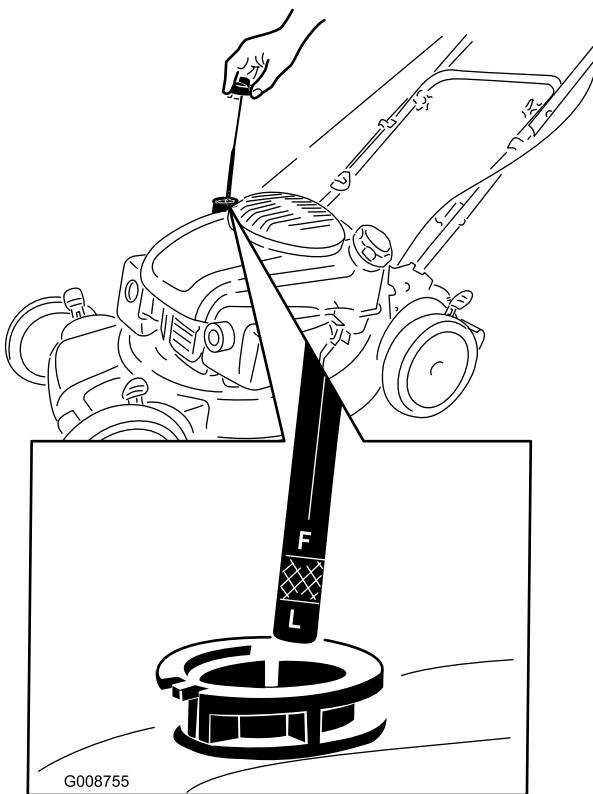

Figure 34
- 2. Retirez la jauge (Figure 34).
sans la visser), puis ressortez-la et vérifiez le niveau (Figure 34).
4. Versez de l'huile **lentement** dans le goulot de remplissage pour faire monter le niveau de liquide jusqu'au repère du plein (Full) sur la jauge (Figure 34). Attendez 3 minutes après avoir fait l'appoint d'huile avant de contrôler le niveau d'huile avec la jauge. **Ne remplissez pas excessivement.** (Remplissage max. : 0,65 l (22 oz), type : huile détergente SAE 30 de classe de service API SJ, SL ou supérieure.)